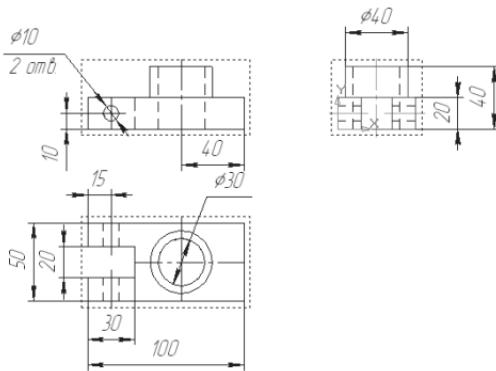

Рис. 354. Чертеж с простановкой размеров
- щелчком ЛКМ зафиксируйте фантом строящегося размера (рис. 354);